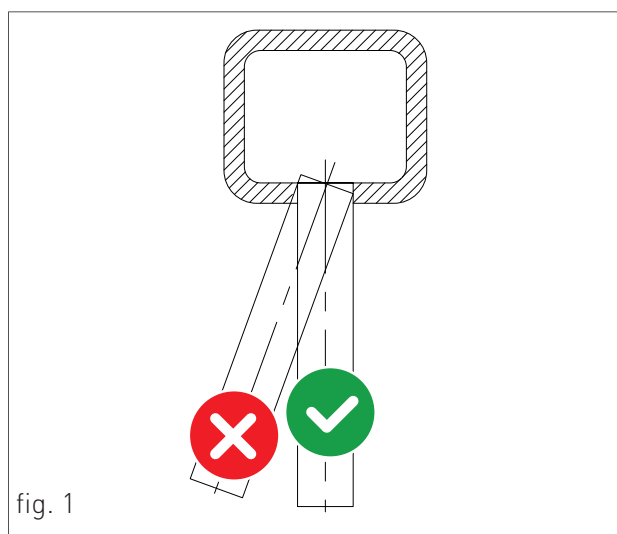

fig. 1
- › Il condotto di scarico deve essere perpendicolare con la parete interna opposta del camino o della canna fumaria (fig. 1).
Per questo tipo di scaldabagno sono disponibili le seguenti configurazioni di scarico dei fumi: B23P, B33, C13, C33, C43, C53, C63, C83 e C93 (vedi Fig. 1).